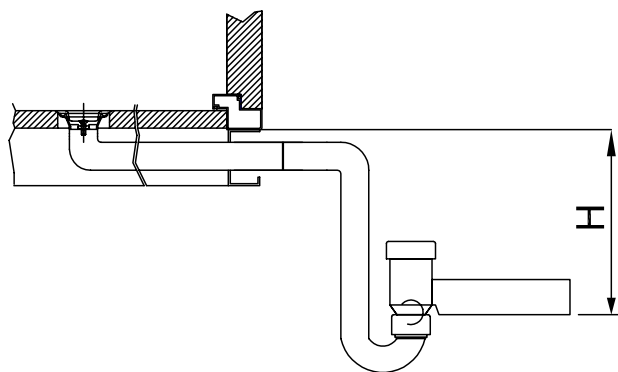

Bild 35
- Observera att rörledningen från dropptråget under plattvärmväxlarna leds under sektionen – se bild 35.